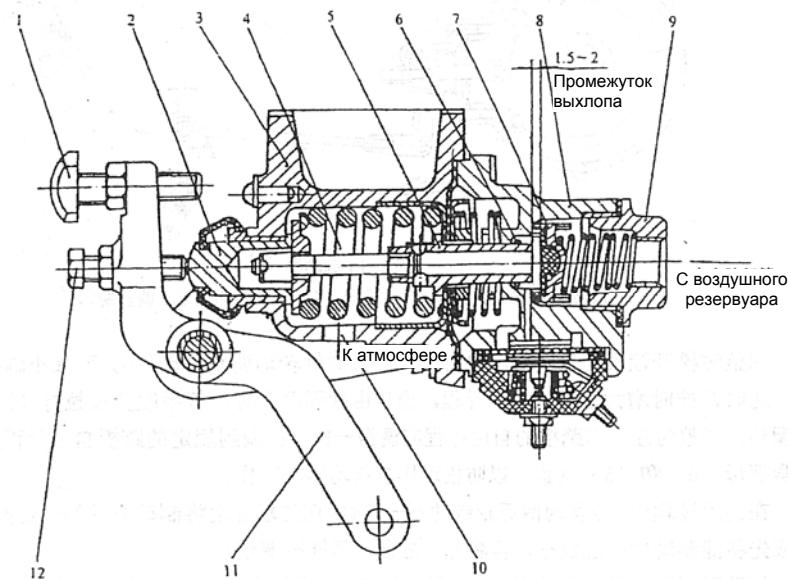

Рис. 3-15. Тормозной клапан
2. Регулировка давления в тормозной системе: при нажатии на педаль тормоза до упора, давление в тормозной камере должно составлять 0,44-0,49 МПа, при регулировке присоедините манометр к трубопроводу тормозной камеры, как показано на рис. 3-15, поверните регулировочный винт (12) до соприкосновения с толкателем 2, затем нажмите на педаль тормоза до упора, если показание манометра ниже 0,11 МПа, завинтите регулировочный винт 12, если показание манометра выше 0,49 МПа, вывинтите регулировочный винт, после доведения давления до 0,44-0,49 МПа затяните гайку.